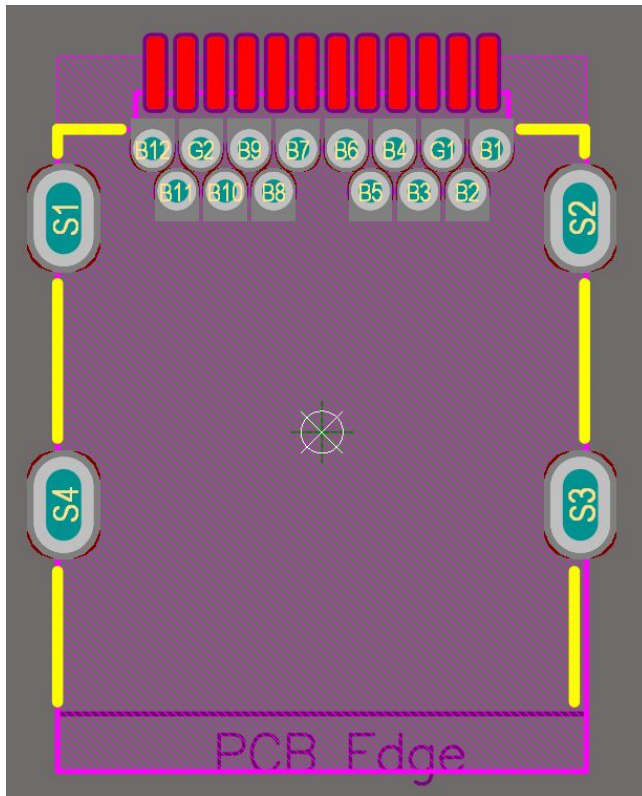

Abbildung 6: USB-C Hybrid als Altium Element inkl. Schablonenempfehlung der Leiterplattenoberseite dargestellt
3. Lotpastendruck der Leiterplattenoberseite mit der in Abbildung 6 und 7 dargestellten Schablonenempfehlung. Empfehlenswert ist es, bei Muster-, Erstserien und Produktionsanläufen eine Andruckkontrolle vorzunehmen. Hierbei wird der Lotpastendruck optisch kontrolliert und vermessen. Für den USB-C Lötprozess ist der Füllgrad der Paste nach dem Druckprozess besonders wichtig. Dieser sollte idealerweise ca. 75% der Lochtiefe entsprechen.